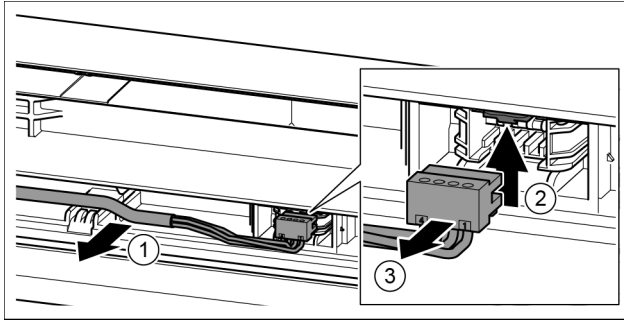

Fig. 24
- Graues Kabel vorsichtig aus der Führung in der Tür lösen. *Fig. 24 (1)*
- Lasche nach oben drücken. *Fig. 24 (2)*
- Stecker vorsichtig herausziehen. *Fig. 24 (3)*